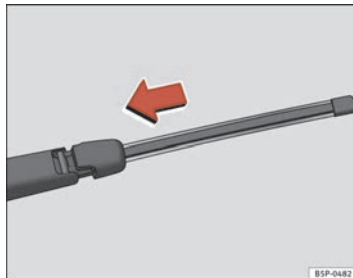

Fig. 186 Collocare la spazzola tergilunotto
- Posizionare la spazzola come indicato nella figura ⇒ pag. 247, fig. 186 e scorrere l'adattatore fino a quando non si incastra.